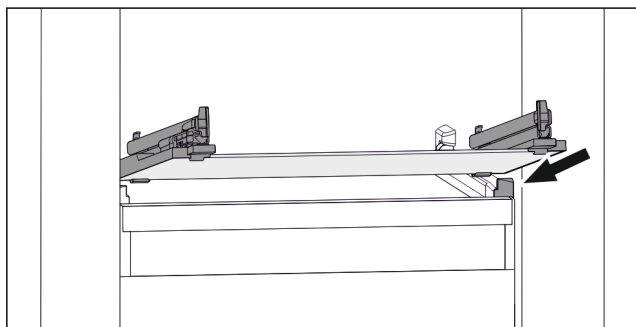

Fig. 99 Simbolična slika steklene plošče
- ▶ Steklo ploščo postavite v poševnem položaju za zaustavljalniki. (glejte Fig. 99)